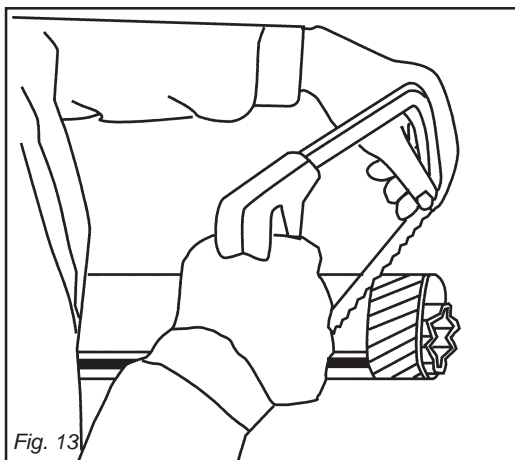
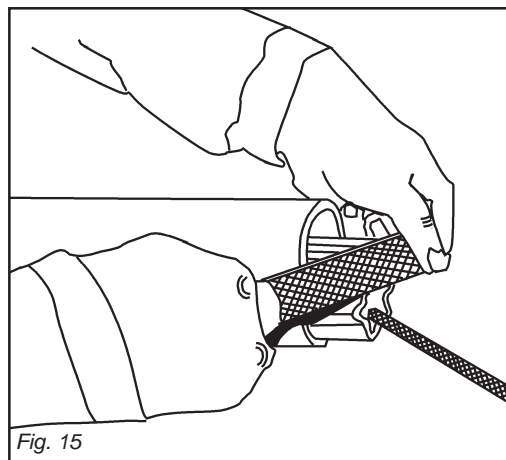
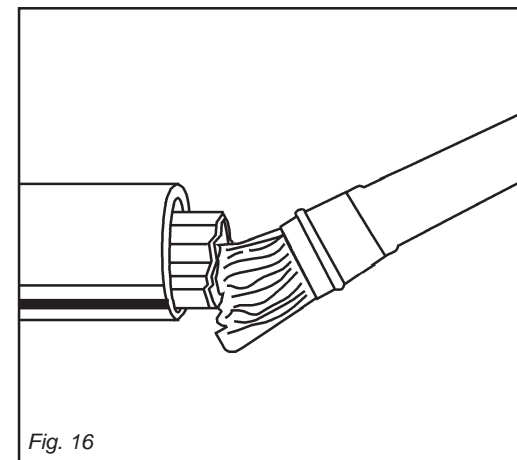

Fig. 13
Fig. 15
Fig. 16
- Accorciare i tubi scorrevoli di una stessa lunghezza (Fig. 13 e 14), sbavare e pulire (Fig. 15) e ingrassare l'interno del tubo esterno (Fig. 16).
- Shorten the sliding tubes by the same extent (Fig. 13 and 14), deburr and trim (Fig. 15), then grease the inside of the outer tube (Fig. 16).
- Raccourcir les tubes coulissant de la même longueur (Fig. 13 et 14), ébavurer et nettoyer (Fig. 15) puis graisser l'intérieur du tube extérieur (Fig. 16).
- Die Gleitrohre um die gleiche Länge (Abb. 13 und 14) kürzen, sie abgraten und reinigen (Abb. 15) und das Innere des Außenrohrs schmieren (Abb. 16).
- Acortar los tubos corredizos en modo uniforme (Fig. 13 y 14), quitar las rebabas y limpiar (Fig. 15) y engrasar dentro del tubo externo (Fig. 16).